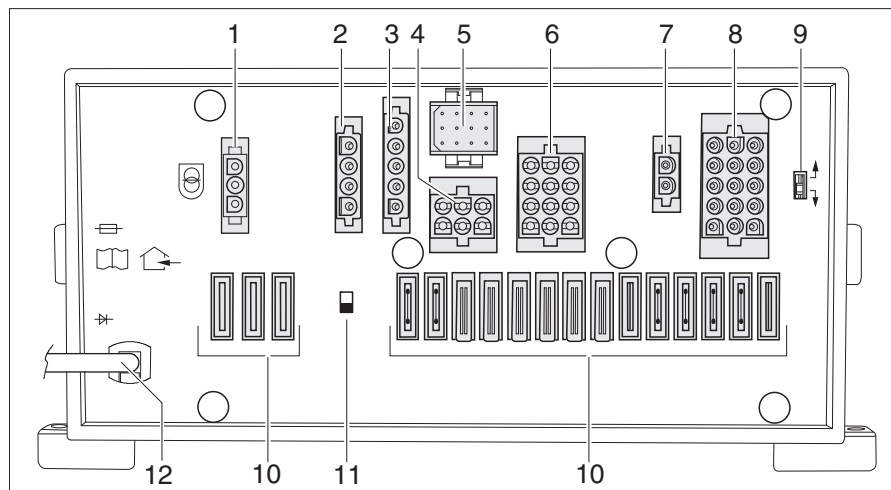

Fig. 266 Bloc électrique (EBL 31-2)
Emplacement Selon le modèle, le bloc électrique EBL 31-2 (Fig. 266) se situe sous le siège conducteur ou sous la banquette.
- ▷ L'interrupteur-séparateur de batterie (Fig. 266,11) coupe du réseau 12 V tous les consommateurs raccordés au bloc électrique.